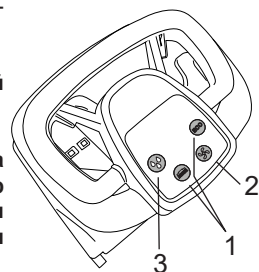

Fig.17
- Нажмите кнопку щетки или кнопку ЕСО (рис. 17 - поз. 1), помимо щетки будут активированы всасывание и подача раствора.
- Во время работы контролируйте качество мойки и регулируйте поток раствора при помощи кнопки подачи раствора (рис. 17 - поз. 3);
- Нажмите на кнопку щетки (рис. 17 - поз. 1).
- Выключите всасывание при помощи кнопки всасывания (рис. 17 - поз. 2).